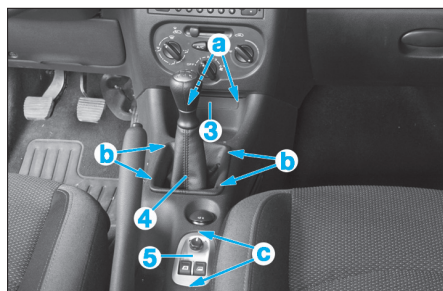

Fig. 3
- le cache (3) en (a) (Fig.3),
- l'enjoliveur du levier de vitesses (4) en (b),
- la platine de commande des lève-vitres (5) puis débrancher son connecteur pour la déposer.